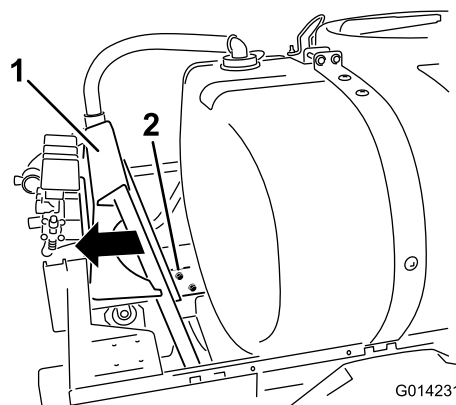

Bild 6
1. Lockern Sie die Schrauben, mit denen die Ventilbefestigungsschiene am Rahmen befestigt ist (Bild 6).